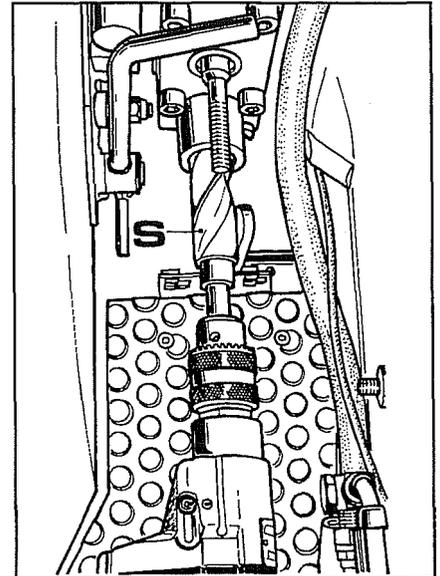

Fig. 18
- 1 Appliquer la douille d'un diamètre intérieur de 25 mm à la bride puis percer le premier trou avec le bon foret (**S** fig.18) et avec la perceuse avec la vitesse lente.
- 2 Appliquer la douille d'un diamètre intérieur de 28,5 mm à la bride puis percer le deuxième trou avec le bon foret (**S** fig.18) et avec la perceuse avec la vitesse lente.